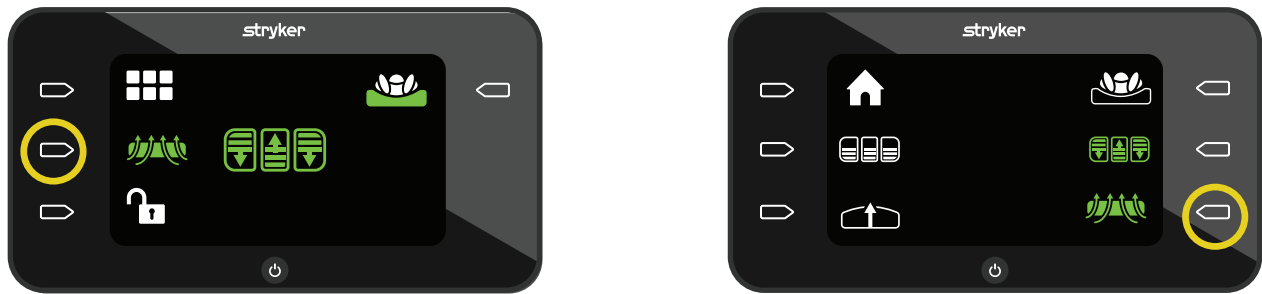

Figura 37 – LAL activada
2. Para desactivar LAL, pulse el botón **Acción** situado junto al icono **LAL activada** (Figura 37).